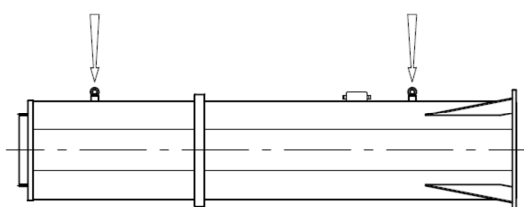

fig.6
- Effectuer la prise, à l'aide de harnais appropriés, aux points prédéterminés (fig.6) et manutentionner, en faisant très attention, les éléments de la potence et ses accessoires, dans la zone prévue pour le déchargement en évitant que ceux-ci n'oscillent, ne se balancent ou ne se déséquilibrent dangereusement.